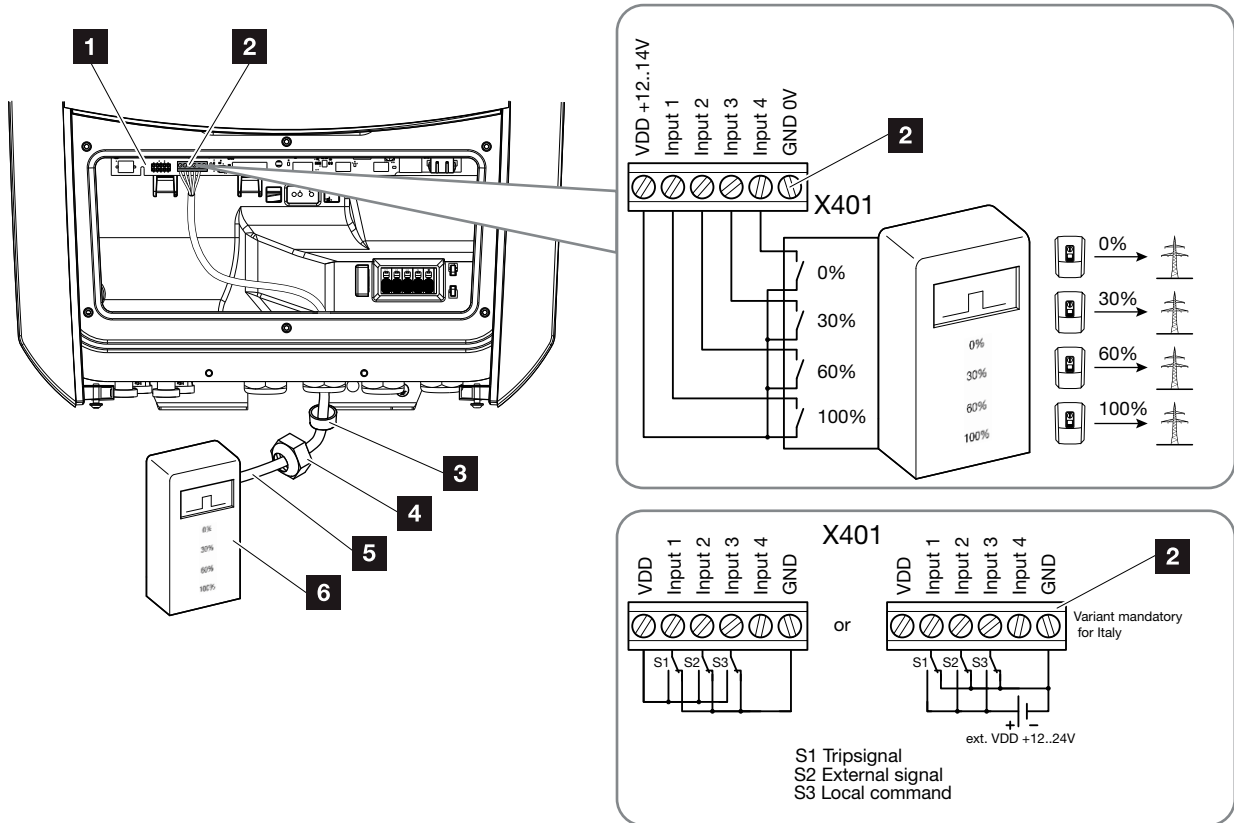

Abb. 29: Anschluss Rundsteuerempfänger **!**
4. Das Kommunikationskabel im Wechselrichter an die Anschlussklemme für Rundsteuerempfänger anschließen (0,2Nm)  **Abb. 29 Pos. 2**